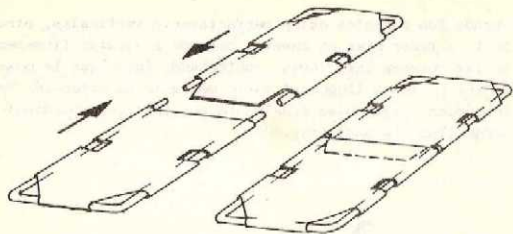

fig. 11
7. Tome las mitades de literas (una de ellas con solapa) y ensámblaslas firmemente, cuidando de insertar la solapa debajo de la lona de la mitad opuesta (fig.11).